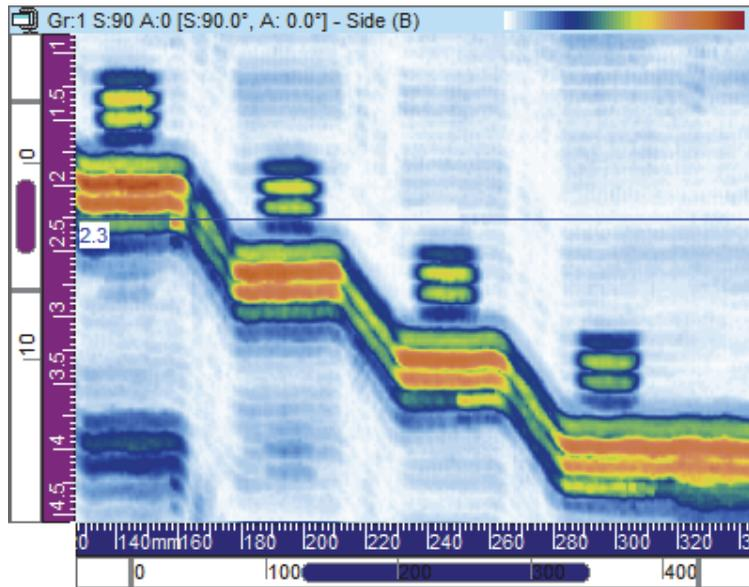

图 3-22 侧视图 (B) 示例
侧视图 (B)（参见第79页的图 3-22）是所记录数据的一种二维图像表现形式。其中一个轴是扫查轴；另一个轴是未校正的超声声程。所显示数据的位置与采集时编码器的位置有关。在这个投影图上，某一特定位置处的颜色对应于在这个位置处探测到的最大波幅（在所限定的步进轴范围内）。